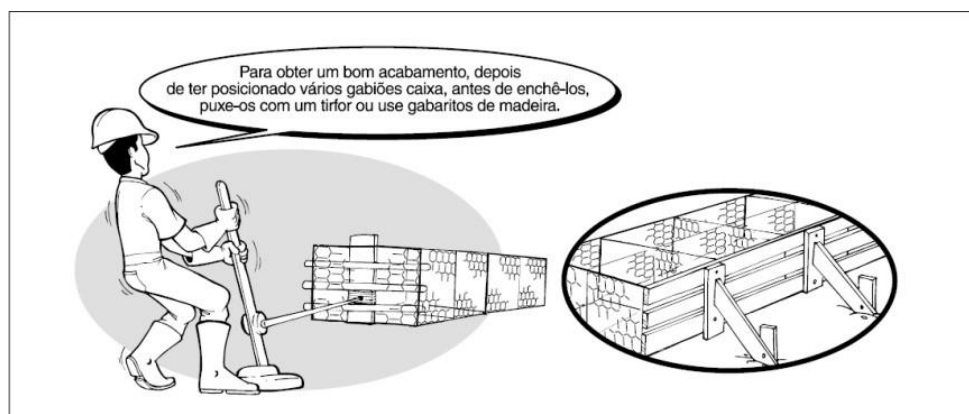

Figura 5: Detalhe de utilização do gabarito
- O uso de gabarito de madeira (com 20 cm de espaçamento) é obrigatório na face frontal para manter o alinhamento estético e estrutural durante o enchimento.(figura 5)